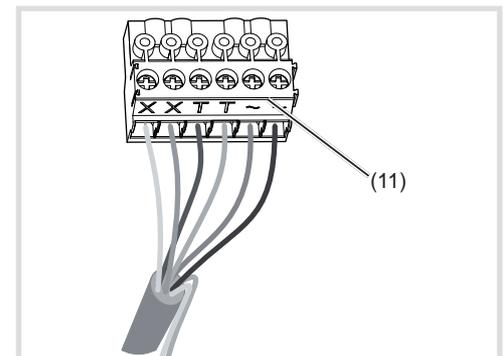

Figura 6: blocco di serraggio di collegamento cablato
- Tirare verso il basso il blocco di serraggio di collegamento (11) dell'apparecchio.
- Collegare la coppia di fili della linea bus a 2Fili ai morsetti XX del blocco di serraggio di collegamento (figura 6).
- Eventualmente collegare il cavo apriporta ai morsetti TT del blocco di serraggio di collegamento (figura 6 e 7).
● Per la retroilluminazione tasti di chiamata 12 V-, collegare la linea di alimentazione del trasformatore di rete ai morsetti ~- del blocco di serraggio di collegamento (figura 6 ... 8).